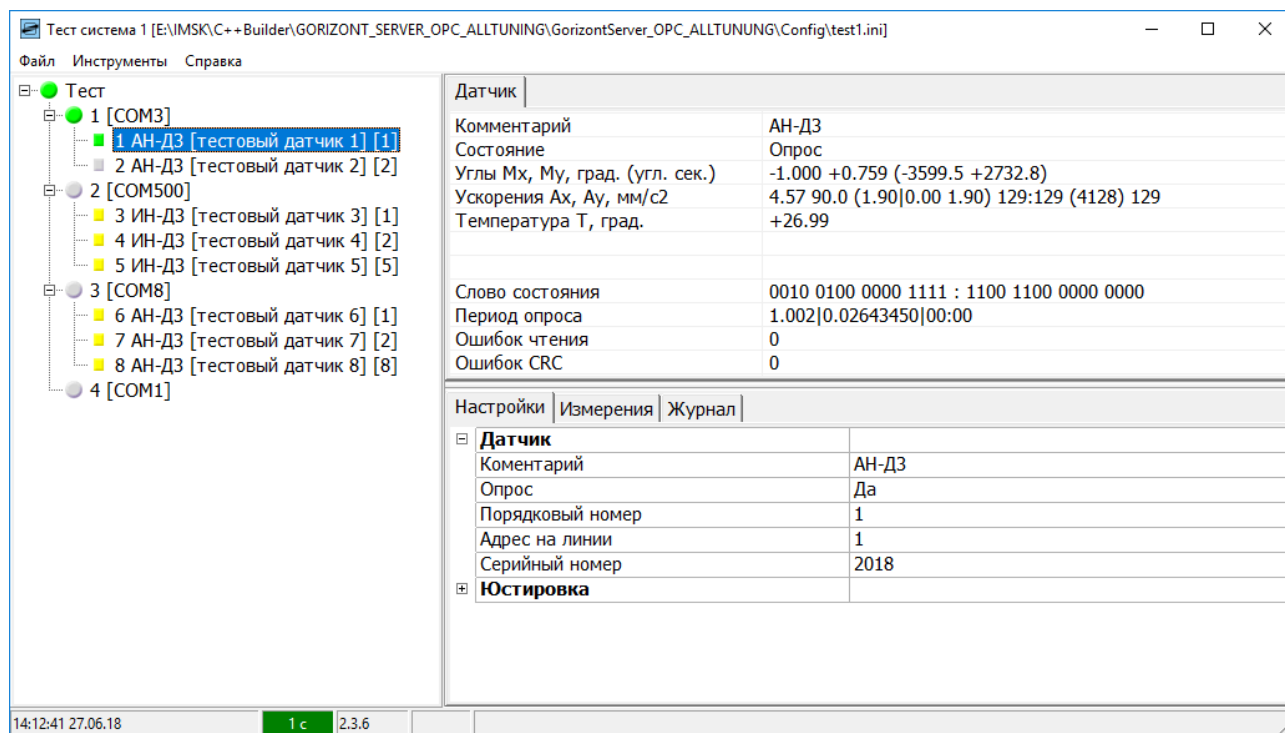

Рисунок 2.4
2.5 Вкладка <Датчик> панели показаний и состояний доступна, если на панели дерева выделен элемент <ДатчикXXX>, и отображает состояние выделенного датчика (рис.2.4).